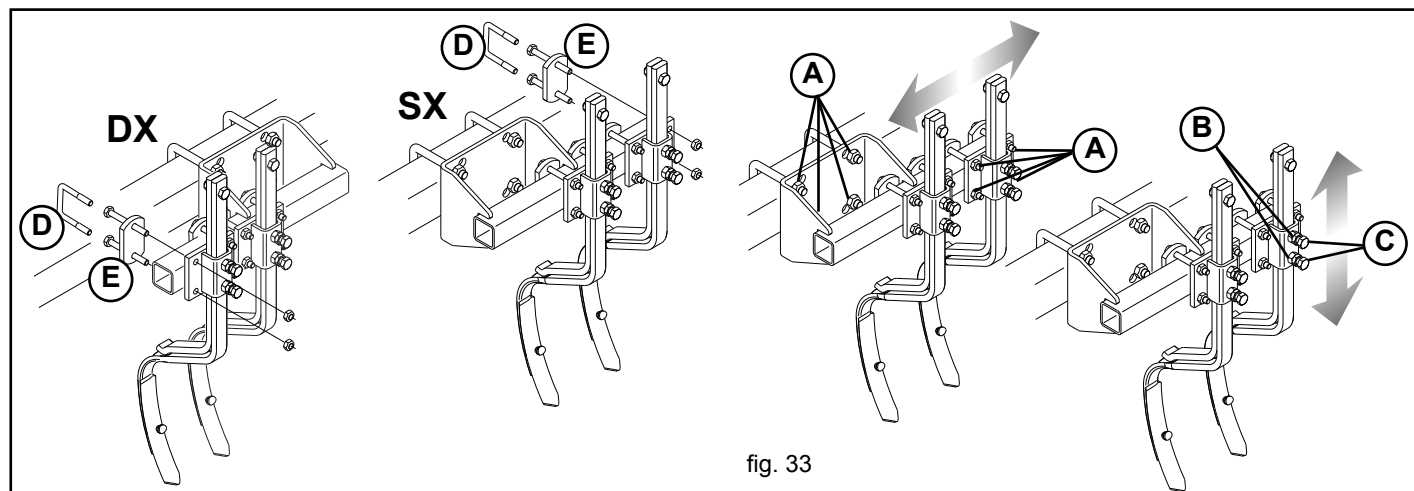

fig. 33
Les binettes casse-ligne seront alignées aux pneus du tracteur. Pour régler la position des ancrs brise-trace, dévisser les écrous (A, Fig. 33), positionner les ancrs et bloquer les écrous. Pour régler la profondeur des ancrs, dévisser le contre-écrou (B) et la vis (C, Fig. 33), après avoir effectué le réglage, serrer les vis et le contre-écrou.
**NOTE pour le montage (D et E, Fig. 33):**